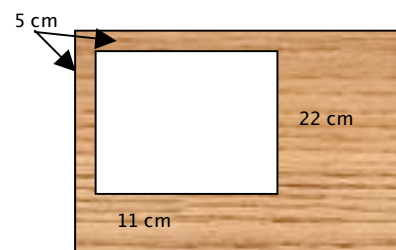

Abbildung 1: Seitenwand
Die fertige Etage sehen Sie auf der Abbildung rechts (Abb. 1).
1. Vorbereitung Seitenwände (Abbildung 1)